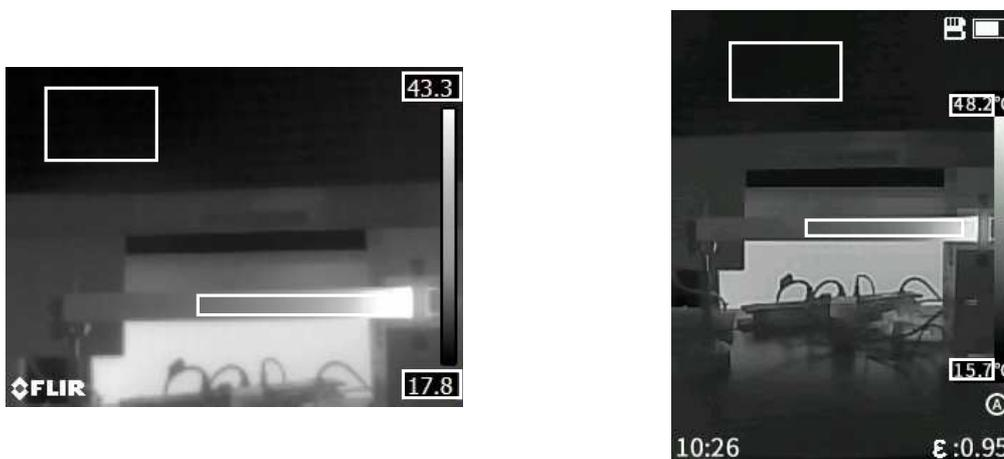

FIGURE 10 – Sélection des 4 rectangles pour l'étude des ondes thermiques
**29.** Faire fonctionner le programme de sélection des 4 rectangles adapté à votre caméra dans l'ordre suivant : le rectangle de travail sur la barre,  $T_{min}$ ,  $T_{max}$  et un rectangle dit de contrôle dans une zone homogène de l'image. À chaque fois, on clique avec le bouton gauche de la souris en haut à gauche, sans relâcher le clic avant le second point du rectangle en bas à droite. On appuie ensuite sur la touche *Echap*, le premier rectangle est mémorisé. En cliquant à nouveau en haut à gauche, on passe au second rectangle et on effectue pour les 4 rectangles la même opération. En appuyant deux fois de suite sur la touche *Echap*, on annule aussi le travail de sélection en cours. Des exemples de rectangles sélectionnés sont montrés sur les images de la figure 10.